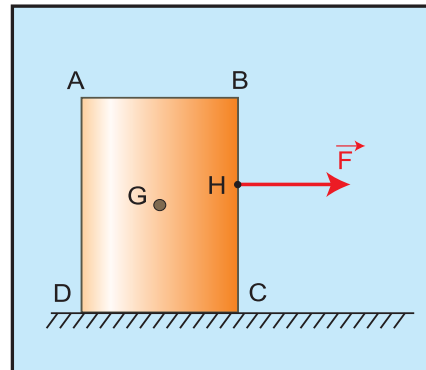

Fig. 31
7. Un bloc parallélépipédique ABCD homogène de poids $||\vec{P}|| = 10 \text{ N}$ est posé sur une table (Fig. 31). Sa hauteur est $h = 50 \text{ cm}$, sa largeur $l = 20 \text{ cm}$.